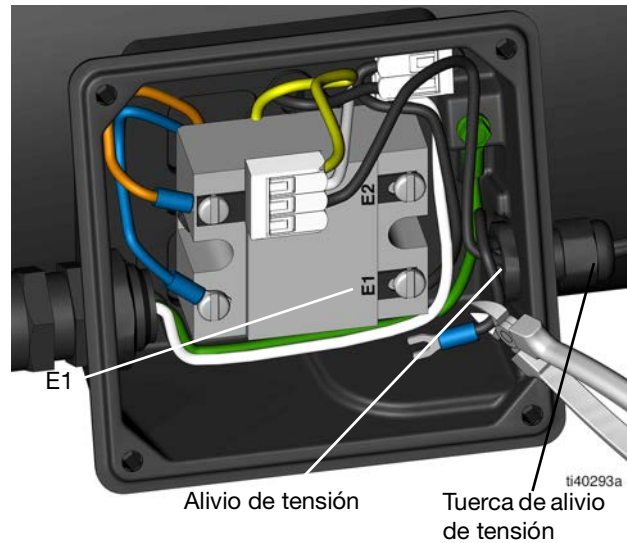

FIG. 11
8. Utilice un destornillador para desenganchar el cable del interruptor de presión de E1. Desenchufe el otro cable del interruptor de presión del conector que tiene los cables amarillo y blanco (FIG. 11).
9. Corte el cable del interruptor de presión (FIG. 11) con el conector en horquilla.
10. Afloje la tuerca de alivio de tensión (FIG. 11).
11. Saque el cable del interruptor de presión de la caja de terminales por el elemento de alivio de tensión (FIG. 11).